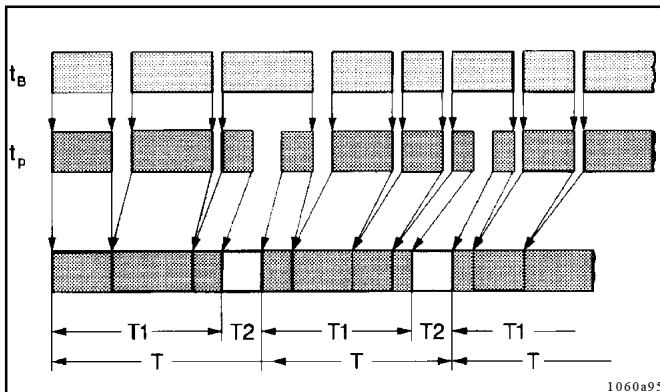

Abb. 8 - Zeitablaufdiagramm
- Die Steuerplatine ist im Behälteraufsatz integriert. Sie steuert automatisch den Ablauf von Pausen- und Arbeitszeit der Zentralschmierpumpe MLP 36, in Abhängigkeit der Fahrzeug -oder Maschinenbetriebsstunden tB (Abb. 8)
- Bereits abgelaufene Pausenzeiten werden beim Ausschalten des Fahrtschalters bzw. Maschinenkontaktes gespeichert und aufaddiert (siehe T₁, Abb. 8). Dies geschieht solange, bis die, an dem DIP - Schalter (Abb. 10) eingestellte Zeit, erreicht ist.
- Ein Schmierzyklus besteht aus einer Pausen- und einer Arbeitszeit. Nach Ablauf der Pausenzeit beginnt die Arbeitszeit (Normalfall). Der Schmierzyklus wiederholt sich ständig, wenn das Fahrzeug oder die Maschine in Betrieb genommen worden ist, siehe Abb. 8.